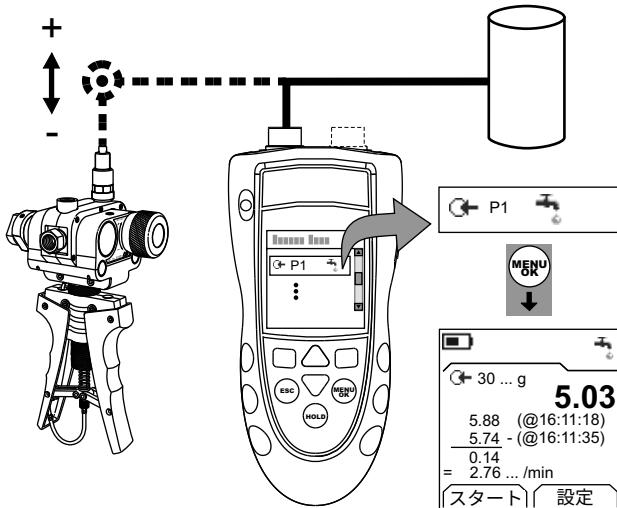

図 3: 構成例 - リーコンピューター
- 本計器を接続し (図 3)、必要に応じて セット アップ (表 1) を調整します。